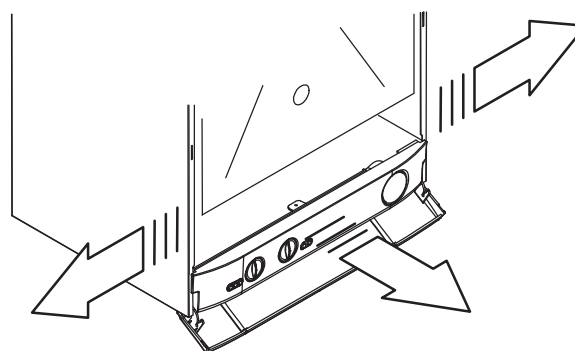

Fig. 5-12
- 11 Move the lower part of the side panels as indicated in Fig. 5-12 and pull the control panel. When completely pulled out, the panel can rotate 45° downwards to facilitate the operations on the internal parts.
- 3 Сдвиньте нижнюю часть боковой панели как указано на рис. 5.12 и извлеките панель управления. После того, как Вы ее полностью извлекли, панель можно повернуть на 45 гр.по направлению вниз, чтобы обеспечить свободный доступ к внутренним частям.